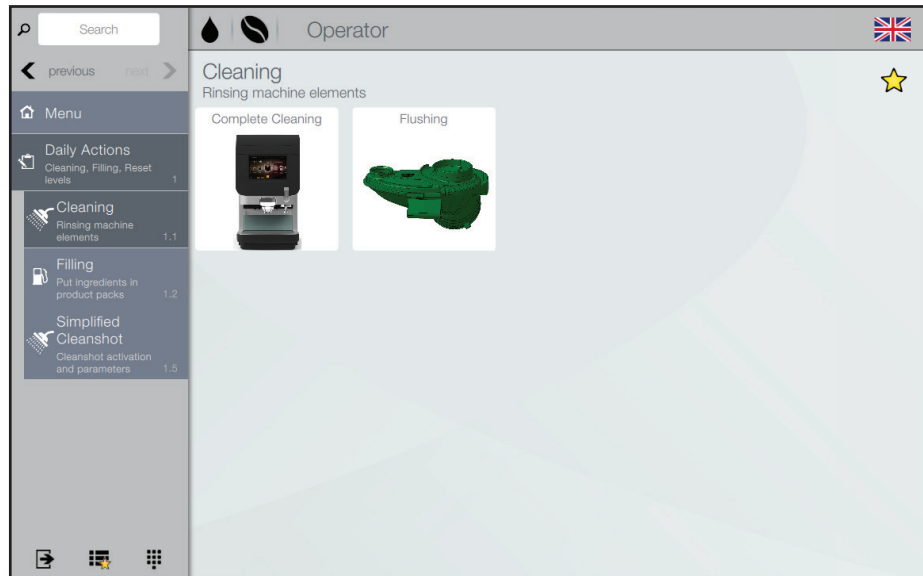

Fig. 6.6 - Nettoyage
- Suivez les instructions des sections « Rinçage » et « Nettoyage complet », voir le chapitre « Nettoyage » (fig. 6.6).